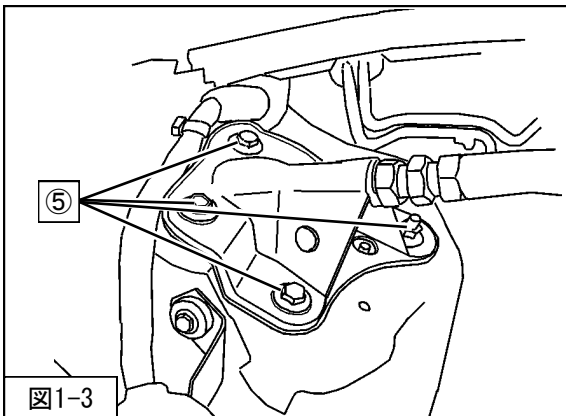

図1-3
4. ⑤タワーバー取付ナットを取外してください。(図1-3)
を取付けてください。(図1-3)